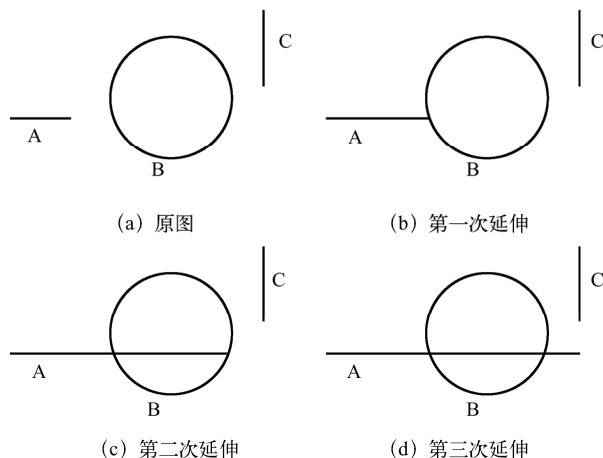

图 4-35 延伸示例
(2) 选择要延伸的对象：选择欲延伸的对象。
(3) 按住【Shift】键选择要修剪的对象：按住【Shift】键选择对象，此时为修剪。
① 栏选(F)——选择与选择栏相交的所有对象。将出现栏选提示。
② 窗交(C)——由两点确定矩形区域，区域内部或与之相交的对象。
③ 投影(P)——按投影模式延伸，选择该项后出现输入投影选项的提示。
④ 边(E)——将对象延伸到另一个对象的隐含边。
⑤ 放弃(U)——撤销由延伸命令所做的最近一次修改。
(4) 输入投影选项 [无(N)/UCS(U)/视图(V)] <无>：输入投影选项，即根据 UCS 或视图或无来进行延伸。
(5) 输入隐含边延伸模式 [延伸(E)/不延伸(N)] <不延伸>：定义隐含边延伸模式。如果选择不延伸，即剪切边界和要修剪的对象必须显式相交。如选择了延伸，则剪切边界和要修剪的对象在延伸后有交点也可以。
**【例 4.20】** 首先参照图 4-35 绘制两条直线 A、C 和圆 B。将直线 A 首先延伸到圆 B 上，再延伸到直线 C 上。
结果如图 4-35 (b) 所示
结果如图 4-35 (c) 所示
结果如图 4-35 (d) 所示